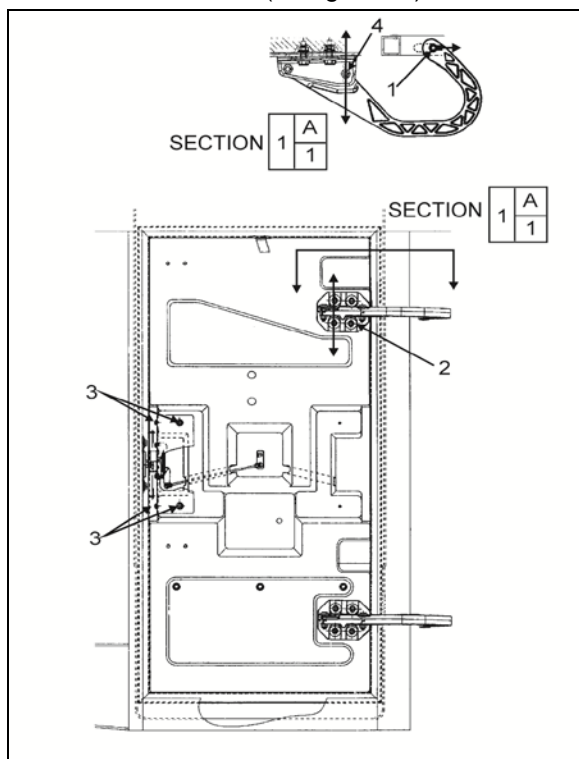

FIGURE 76 : PORTE DU COMPARTIMENT PRINCIPAL D'ALIMENTATION
1. Desserrer l'écrou (1, Figure 76).
3. Serrer l'écrou (1, Figure 76).
4. Desserrer l'écrou (4, Figure 76).
7. Desserrer les vis (2, Figure 76). Les vis permettent de déplacer la porte vers le haut ou le bas.